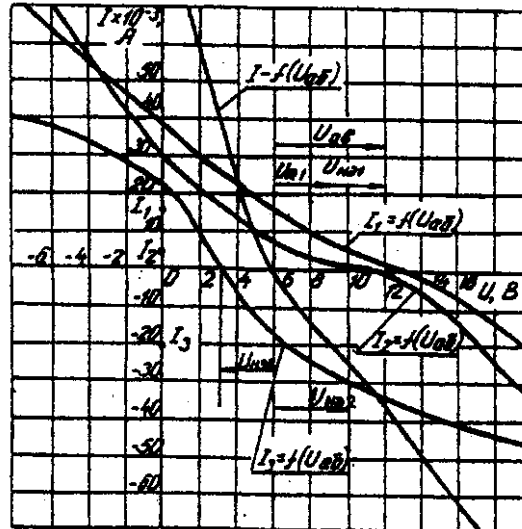

Рис. 6.7. Результирующие вольт-амперные характеристики
3. Нанесем кривые $I_1 = f(U_{aб})$, $I_2 = f(U_{aб})$ и $I_3 = f(U_{aб})$ на одном рисунке и построим результирующую вольт-амперную характеристику $I = f(U_{aб})$ просуммировав ординаты кривых (рис. 6.7).
Для рассматриваемого примера имеем (см. рис. 6.7), А
Располагая построенными характеристиками, легко находим напряжения на всех нелинейных элементах цепи (см. рис. 6.7):